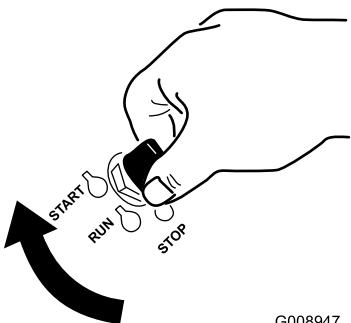

Bild 17
1. Drehen Sie den Zündschlüssel auf die START-Stellung (Bild 17).